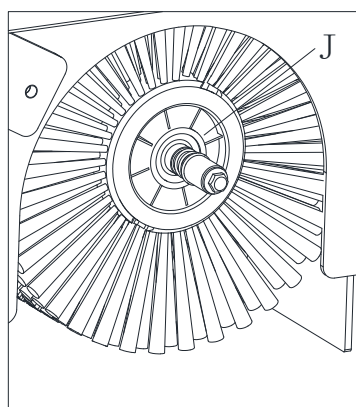
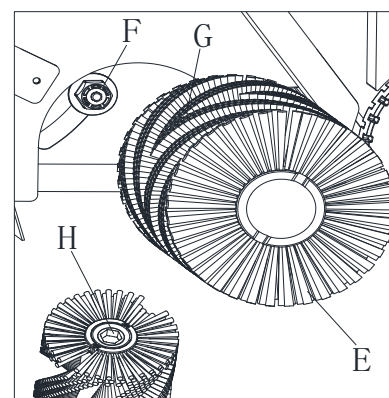

Figura 26
Figura 24
6. Rimuovere la spazzola principale (E, Figura 24) insieme al mozzo (J, Figura 26).
7. Controllare che il mozzo di trazione (F, Figura 24) sia privo di sporcizia o materiali estranei (corde, cavi, ecc.) catturati accidentalmente.
8. La nuova spazzola principale deve essere installata con il modello a setole come indicato in figura (G, Figura 24).
9. Installare la nuova spazzola principale e assicurarsi che la rete esagonagonale (H, Figura 24) si inserisca correttamente nel mozzo di trazione (F, Figura 24).
10. Installare il mozzo (J, Figura 26) nella spazzola principale.